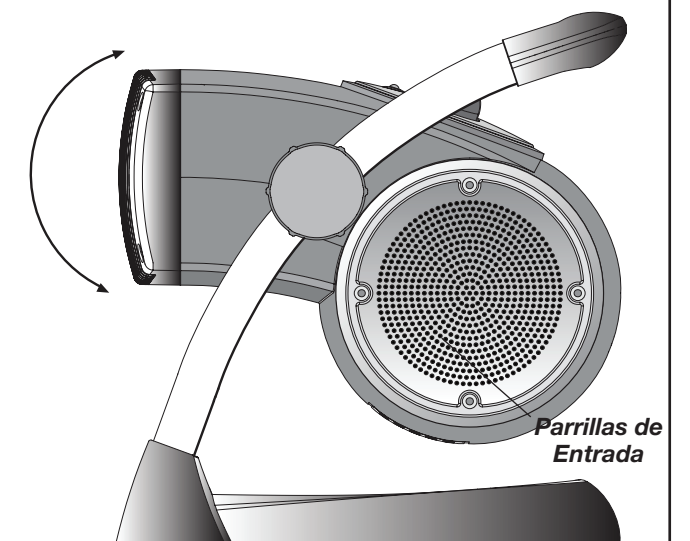

Figura 2
7. Mueva la **Perilla de Encendido** hasta la posición de calor deseada. El Calor Alto (1500 vatios) está representado por el (II) y el Calor Bajo por el (I).
9. Para ajustar el ángulo del flujo de aire del Calefactor, haga girar el cuerpo del Calefactor hacia delante o hacia atrás hasta la posición deseada. **Figura 2**
11. Para desconectar el Calefactor, gire la **Perilla de Encendido** hacia la posición de "APAGADO" (0), luego retire el enchufe del tomacorriente.